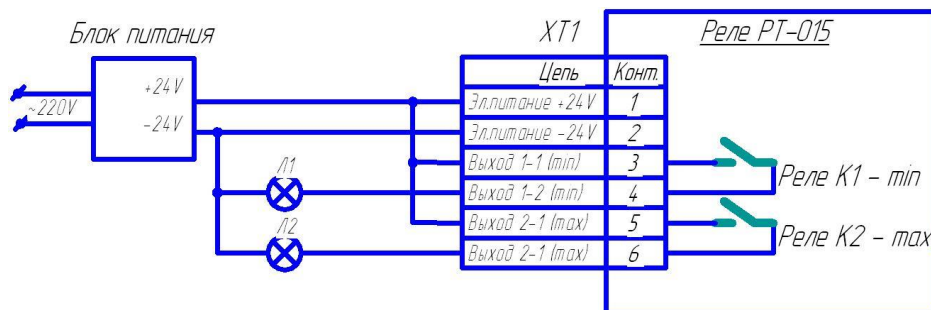

Рис. 4. Схема проверки работоспособности реле РТ-015.
9.3.1. Собрать рабочее место согласно рис. 4, снять крышку; отвинтив 4 винта и подключить контакты колодки ХТ1 реле согласно схеме проверки.